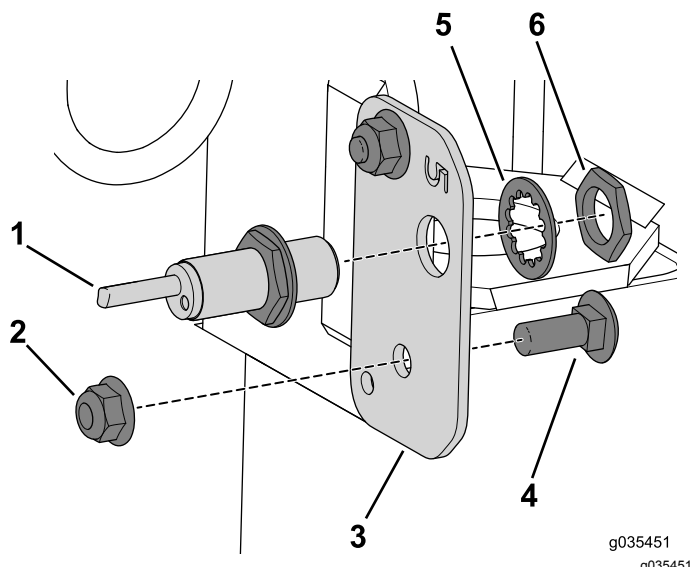

Figura 18
- Utilize o parafuso de carroçaria (3/8 x 1 pol.) e porca flangeada para prender a placa do sensor esquerdo à máquina (Figura 18).
4. Utilize a porca de retenção e anilha para prender o sensor de proximidade incluído no kit à placa do sensor esquerdo (Figura 18).